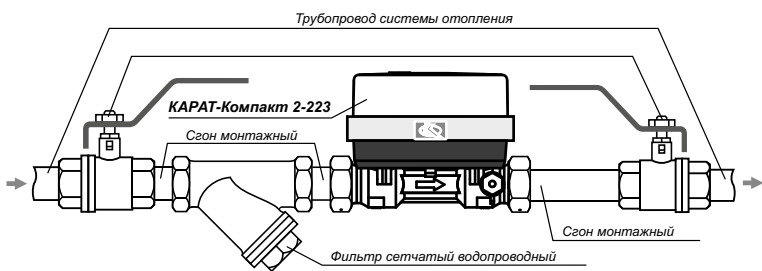

Рисунок 3 – Пример монтажа теплосчетчика
- § подать рабочее давление в трубопровод и визуально убедиться в герметичности монтажа полученной сборки, рисунок 3.